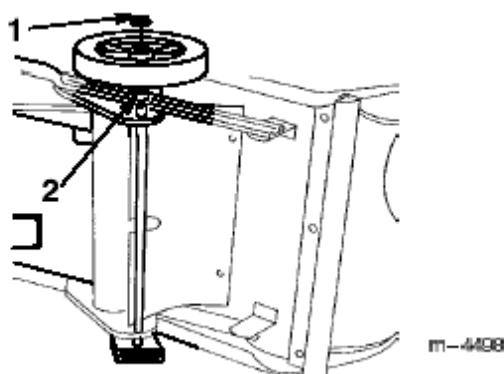

图2
2、翻转吹雪机，使其右侧朝上，于左侧轴下方垫一木块。（图2）
3、于右侧轴上安一短垫圈和一个轮子。有6个轮幅的一侧朝下。（图2）
4、于轴的末端安一推进螺母。（图2）